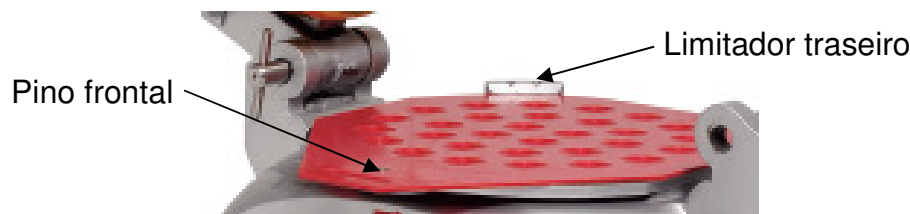

Figura 5
3. Introduza a bandeja na máquina de modo que fique totalmente encostada nos limitadores traseiros e devidamente encaixada no pino frontal da plataforma (Figura 5);
- Retire (puxe) somente um dos pinos de fixação do cabeçote (16 - figura 5). Um deles deve ficar sempre fixo.
**Observação:** Esta operação exige cuidado e deve ser feita por no mínimo 2 operadores. O cabeçote é pesado, porém sua articulação é fácil. Movimente-o devagar até que fique apoiado na saliência do gabinete inferior (19 - figura 5);